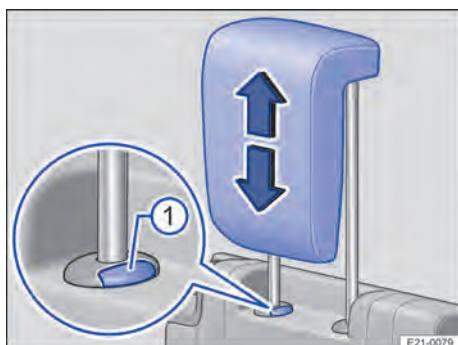

Abb. 76 Dritte Sitzreihe: Kopfstütze einstellen.
3. Um die Kopfstütze aus der eingerasteten Position zu lösen, Taste → Abb. 76 ① drücken und Kopfstütze absenken.